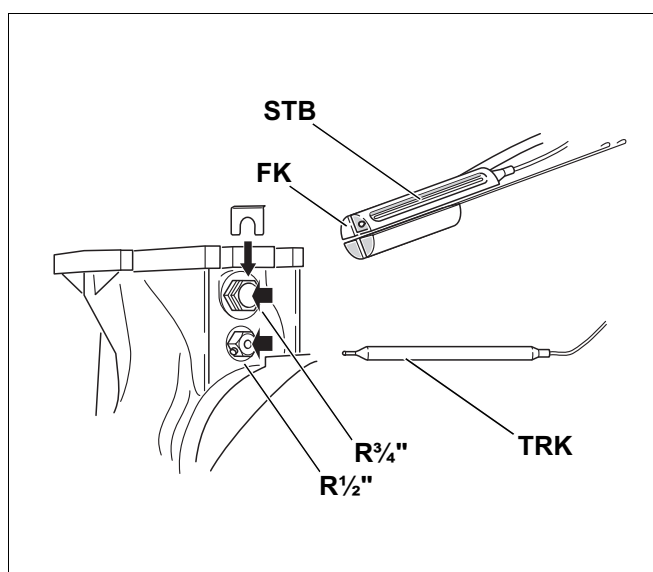

Fig. 52
- Før termostatføleren inn i følerlommen R $\frac{1}{2}$ " og sikre den ved hjelp av en skrue (fig. 52).
- Før de to sikkerhetstermostatfølerne og Logamatic **FK** samt de to føler-blinddelene inn i følerlommen R $\frac{3}{4}$ " og fest dem (fig. 52).